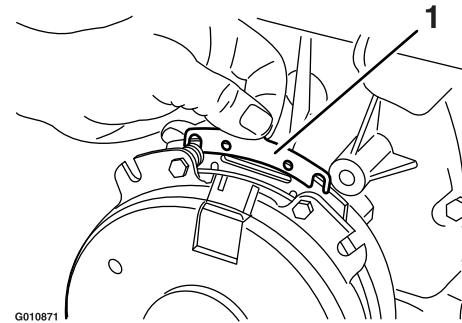

**Figure 69**
- A. Desserrez les boulons de fixation du frein d'un demi à un tour complet, comme montré à la Figure 69.